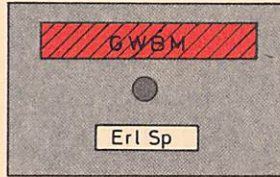

Bild 15
- (4) Wenn der Gleiswechselbetriebsmelder rot blinkt (vgl. Bild 15), ist die Taktprüfeinrichtung gestört.